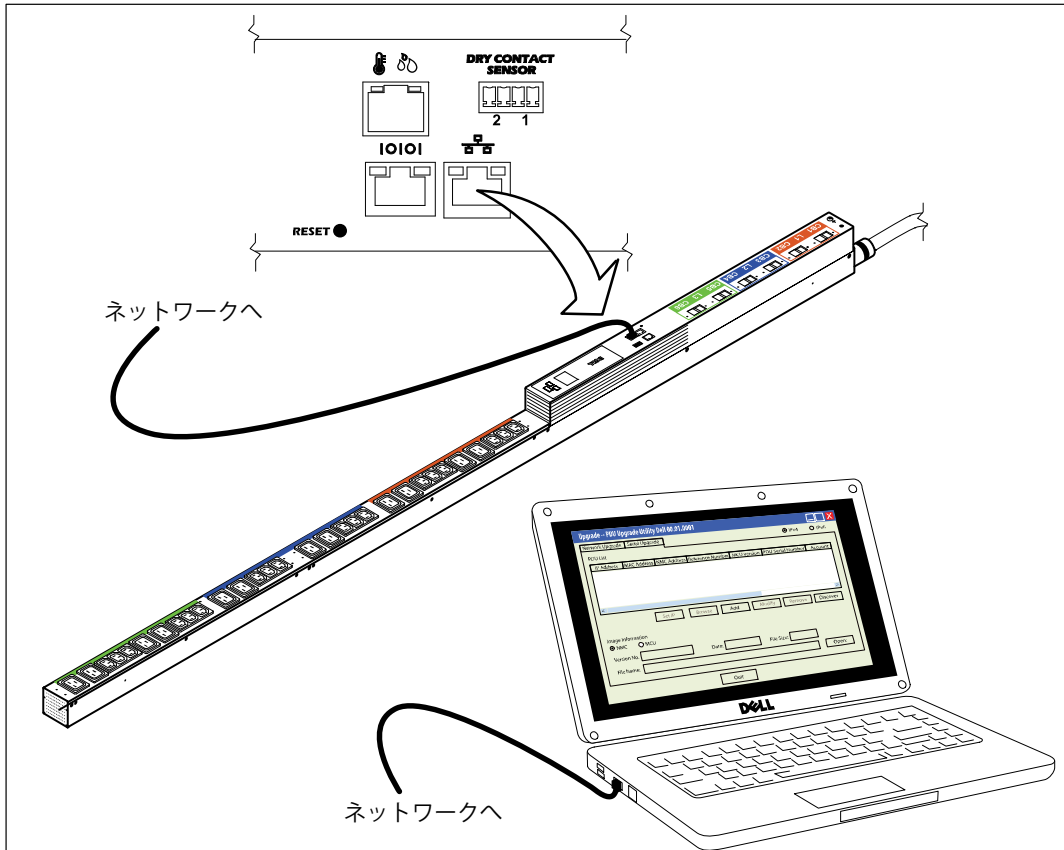

図4. iPDUのネットワーク接続
- 3 EthernetケーブルRJ-45コネクタをrPDUにあるEthernet接続ポートへ接続します（図4を参照）。
- 1 アップグレードするrPDUの電源がオンになっていて、Ethernetケーブルを使用してPC USBポートに正しく接続されていることを確認します(図4参照)。